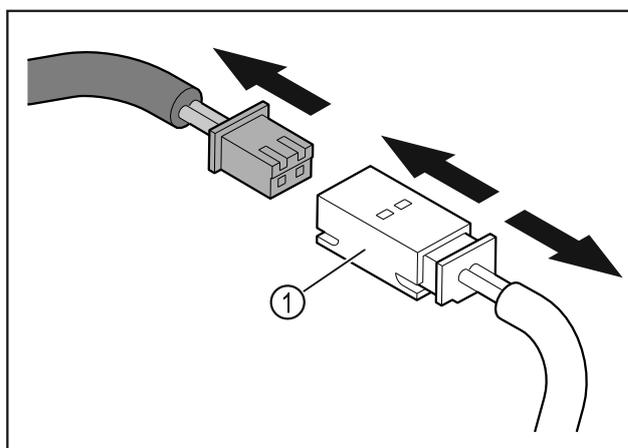

Fig. 13
- ▶ Débrancher le connecteur de la fiche Fig. 13 (1).